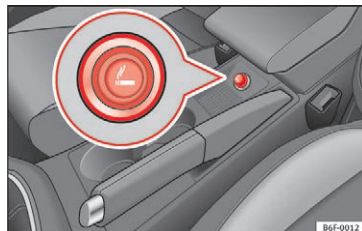

Fig. 161 Lighter
- Tryk lighteren » Fig. 161 ind for at bruge den » ⚠.